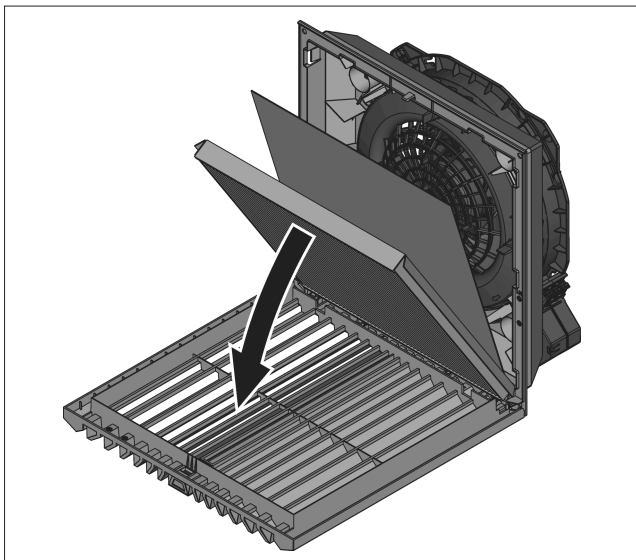

Bild 16: Inbyggning av veckfilter IP55
- Gäller endast IP55: Lägg den absorberande fiberduken som medföljer veckfiltret för IP55 på det redan ilagda veckfiltret (se bild 16). Det spelar ingen roll i vilken riktning den absorberande fiberduken läggs.